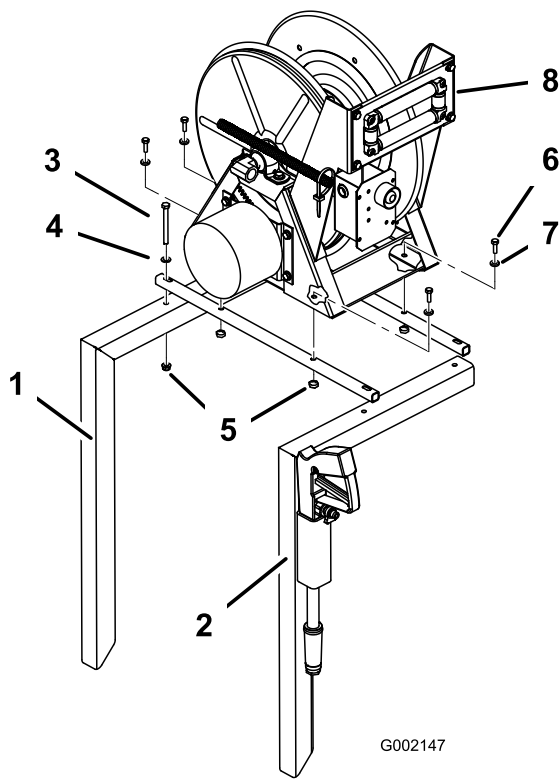

図 5
5. ホース・リール取り付けチューブ (2本) を、ホース・リール・フレームの上部に取り付ける (図 5) ; ボルト (5/16 x 3-1/4 inch) (4本), ワッシャ (外径 11/16 インチ) (4枚)、フランジ・ナット (5/16 インチ) (4個) を使用する。後で調整を行うのでこの時点では本締めしないこと。
- ホース・リール・アセンブリをホース・リール取り付けチューブに取り付ける (図 5); フランジ・ヘッド・ボルト (5/16 x 1-1/2 inches) (4本)、ワッシャ (外径 7/8 インチ)、フランジ・ナット (5/16 インチ) (4個) を使用する。後で調整を行うのでこの時点では本締めしないこと。